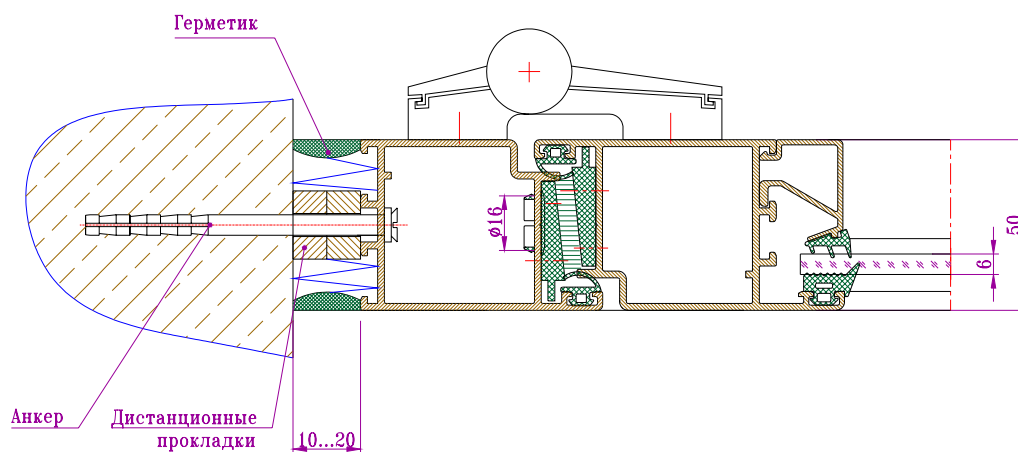

Рис.7-2 Монтаж двери в проем при помощи дюбелей
- Закрепить косяк двери дюбелями (рис.7-2), отверстия в косяке закрыть заглушками ПХ.02.015.000.003;